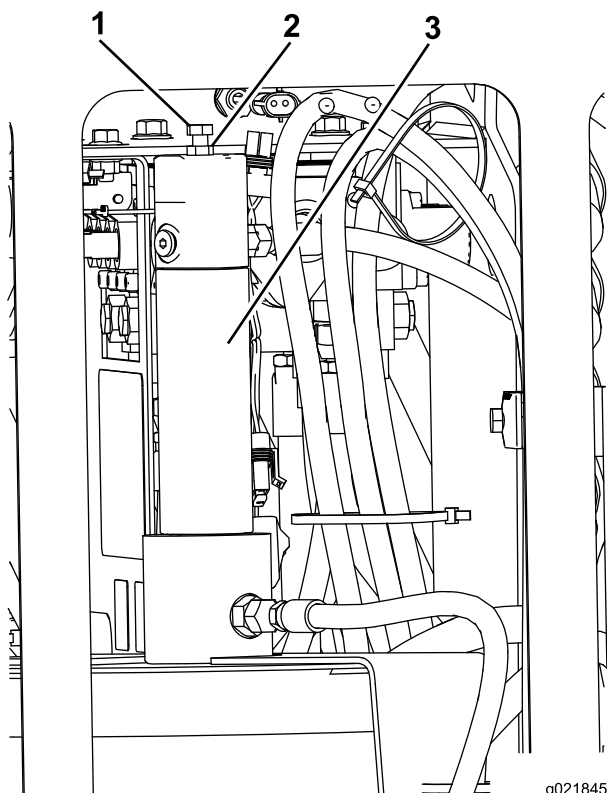

Bild 92
1. Lösen Sie die Gegenmutter an der Einstellschraube auf dem Kolben des TJC-Applikators (Bild 92).